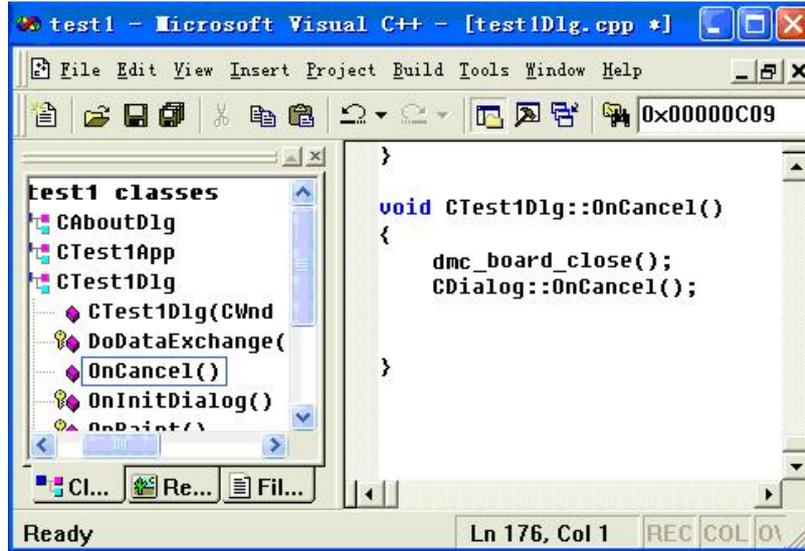

图 6.11 程序增加 OnCancel 函数
12) 如图 6.11 所示，在 Ctest1Dlg 中添加一个成员函数 OnCancel,在 OnCancel 函数中添加代码如下：